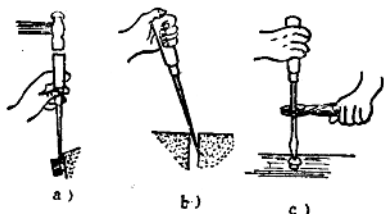

图2-3 螺钉旋具的错误使用
(1) 螺钉旋具不可当做撬棒或锤子使用, 或用锤子敲击螺钉旋具的头部, 也不能在旋具的柄部和端口处用钳子或扳手来增加扭力(图2-3), 以防损坏螺钉旋具。